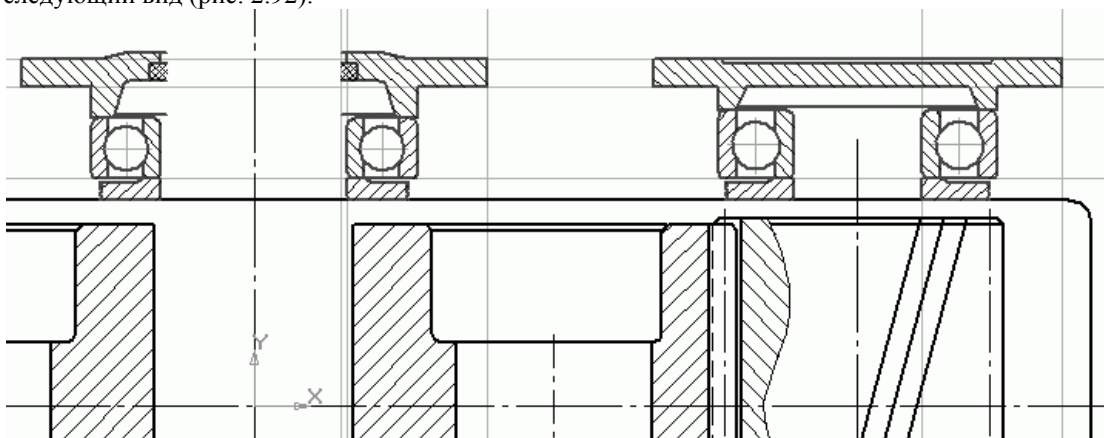

Рис. 2.92. Подшипниковые узлы ведомого и ведущего валов
5. На быстроходном валу с этой же стороны редуктора будет установлена глухая крышка. Полагаю, создание ее изображения не вызовет особого труда. Как уже говорилось выше, размеры для крышек подшипников ведущего вала: внешний диаметр крышки – 175 мм (то есть сместить вспомогательную линию относительно оси нужно на 87,5 мм), толщина фланцев – 12 мм. После всего проделанного чертеж должен принять следующий вид (рис. 2.92).